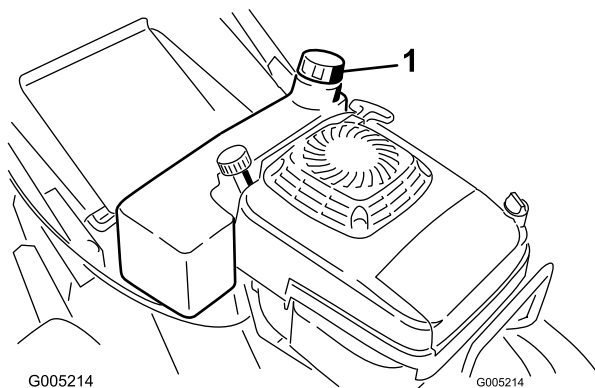

Figure 9
1. Nettoyez la surface autour du bouchon du réservoir de carburant (Figure 9).